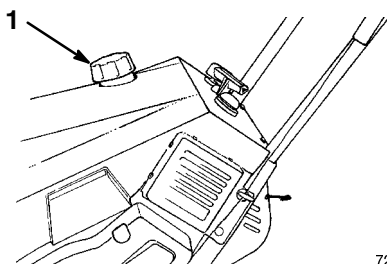

Figure 8
- Nettoyez la surface autour du bouchon du réservoir de carburant (Fig. 8).